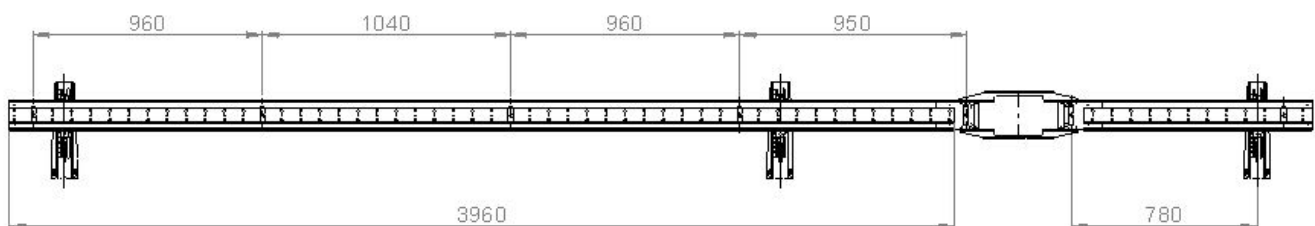

Abb. 52: Abstände der Schienenhalter 0831 im Tragprofilssystem ProShell 128
Bevor das Schleifleitungssystem 0831 in das ProShell-Tragprofilssystem montiert werden kann, müssen die Schienenhalter des Schleifleitungssystems in das ProShell-Tragprofil eingehängt sein (siehe Kapitel 5.2.1). Außerdem muss der Befestigungsrahmen (3) für die Einspeisung (1 oder 5) montiert sein. An diesem Befestigungsrahmen (3) wird entweder die Streckeneinspeisung (5) (siehe Kapitel 5.2.2) oder die Streckeneinspeisung (1) (siehe Kapitel 5.2.3) mithilfe des Fixpunkts in das ProShell-Tragprofil montiert (siehe Abb. 52). Für die Streckeneinspeisung (1) wird eine Zugentlastung (2) auf der Rückseite des Befestigungsrahmens (3) montiert, um die Anschlussleitungen zugkräftig verlegen zu können.
1. Die Streckeneinspeisung ohne Klemmenkasten in die rechten und linken Fixpunkte des Befestigungsrahmen einhängen (siehe Abb. 52).